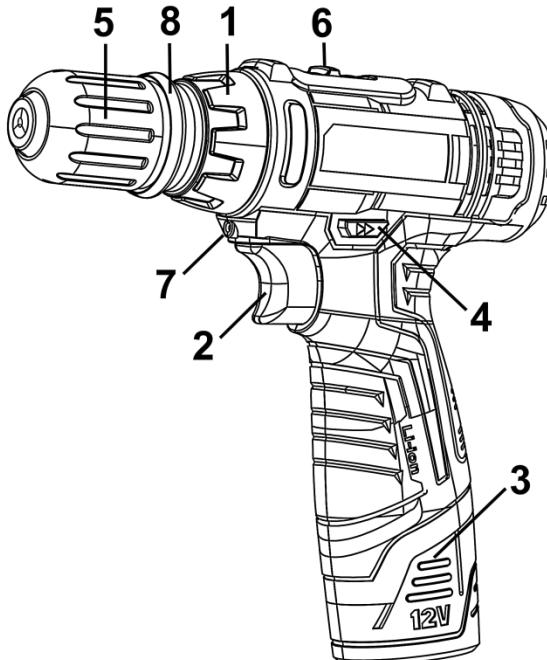

Рисунок 1
4.3 Для ввімкнення виробу натисніть на клавішу вимикача (2) (рисунок 1). Для вимкнення виробу слід відпустити клавішу. Регулювання швидкості обертання патрона здійснюється ступенем натискання на клавішу вимикача.